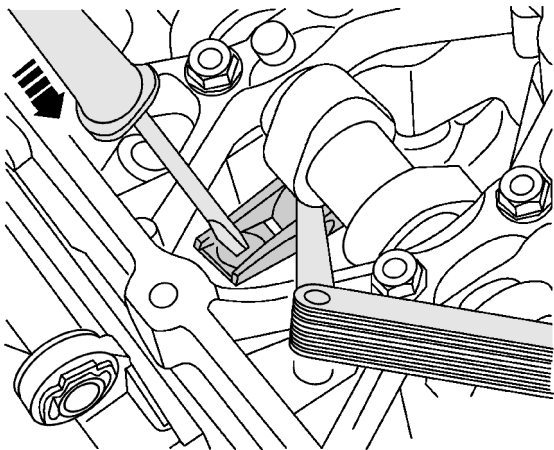

图 1-5-37 用螺钉旋具将凸轮推杆向下按压
- ① 带有手动变速器的汽车：挂入第 4 挡，在点火开关已关闭的情况下向前推。
- ② multitronic 电控无级变速器的汽车：将多楔带轮中心螺栓上的曲轴以顺时针方向转动。
- 4) 如图 1-5-37 所示，用螺钉旋具将凸轮推杆向下按压，使凸轮轴和凸轮推杆之间能够通过 0.20mm 的塞尺。